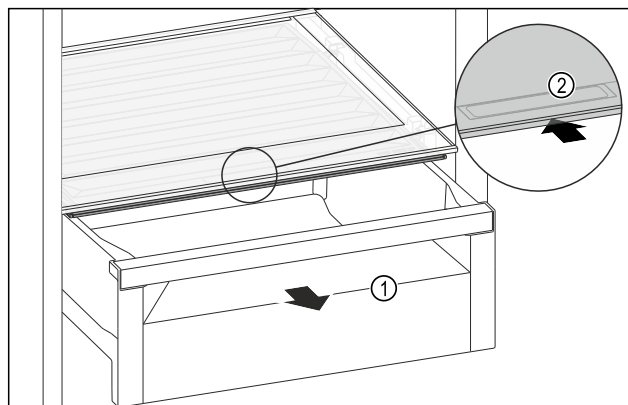

Fig. 146
- Húzza ki a fiókot Fig. 146 (1).
- Fogja meg a sülyesztett fogantyút Fig. 146 (2) a rekeszfedélen, és ezzel egy időben tolja hátra a rekeszfedélet.